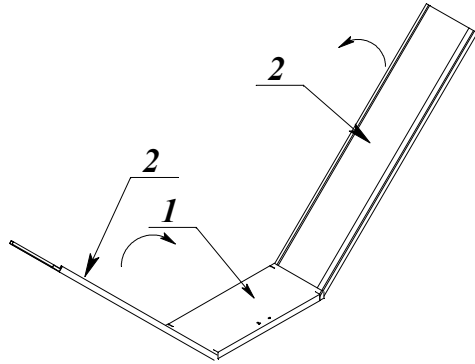

Рис.1
3.1. Положить дно (поз.1) отгибами вверх на пол или другую ровную поверхность. По торцам дна (поз.1) расположить боковины (поз.2). Наклонить боковины под углом $\approx 45^\circ$ и вставить их в пазы дна (Рис.1). Поставить боковины вертикально.